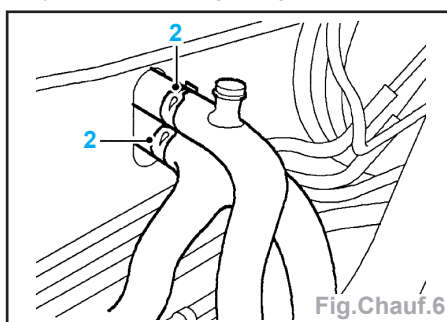

Fig. Chauff.6
- Desserrer les colliers (2) de durit et débrancher les durits de chauffage des tuyaux de chauffage (Fig. Chauff.6).